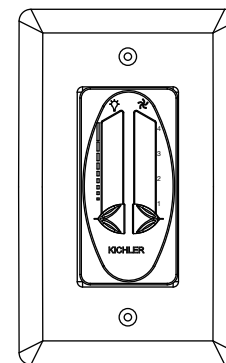

Fig. 24
1. Contrôle du ventilateur : Pour mettre le ventilateur en marche. Glissez le commutateur à la vitesse sélectionnée pour mettre le ventilateur à la vitesse souhaitée (Fig. 24).
2. Contrôle d'éclairage : Glissez pour allumer ou éteindre la lumière et obscurcir (Fig. 24)